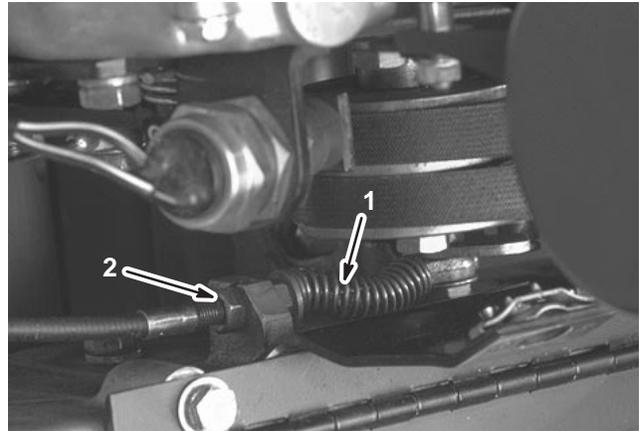

Bild 43
2. Lösen Sie den Halter, mit dem die Treibriemenabdeckung befestigt ist. Drehen Sie die Abdeckung, um sie zu öffnen (Bild 43).
3. Wenn Sie die Zugspannung erhöhen möchten, lösen Sie die Klemmmutter des vorderen Zugs und ziehen Sie die Klemmmutter des hinteren Zugs an (Bild 43), bis eine Kraft von 13–22 N benötigt wird, um die Bremse zu aktivieren. Messen